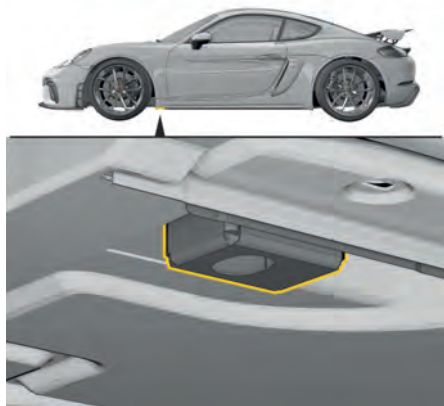
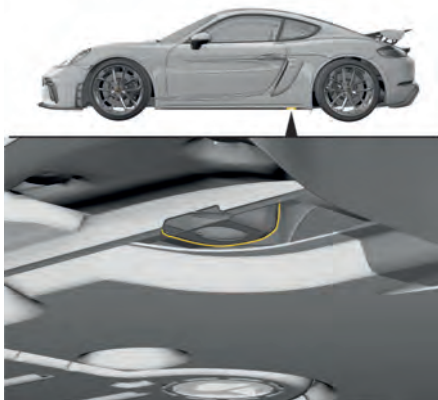

Fig. 97 : Point de logement pour pont élévateur ou cric à l'avant
Fig. 98 : Point de logement pour pont élévateur ou cric à l'arrière
- ▶ Ne soulevez le véhicule qu'au niveau des emplacements prévus à cet effet (fig. 97, fig. 98) situés dans le plancher du véhicule.